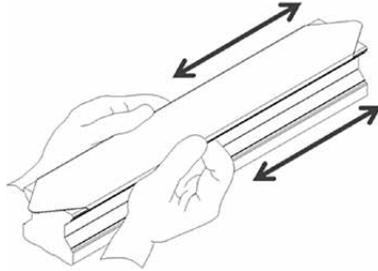

Abb. 5.19 **Bandanfang montieren**
- ▶ Klemmen Sie nach dem Vermitteln das Abdeckband, beginnend auf einer Seite, wie in Abb. 5.19 dargestellt, auf einer Länge von ca. 15 cm auf die Profilschiene auf.